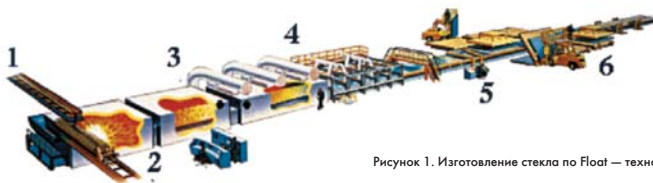

Рисунок 1. Изготовление стекла по Float — технологии
Для изготовления стекла по **Float** — технологии (рисунок 1), смесь (1) сырья из кварцевого песка, извести, соды и других материалов подается в печь (2) и расплавляется при температуре ~1 600 °С. Затем стекломасса, в виде бесконечной стеклянной ленты, вытекает в ванну с расплавленным жидким металлом (3). Здесь стекло получает свою «высокополюсность» и «полированность» (глянцеvitость) поверхности. Затем бесконечная стеклянная лента поднимается из ванны с металлом и направляется в охлаждающую печь (4), где равномерно остывает. После этого стекло можно резать (5) и складировать (6).